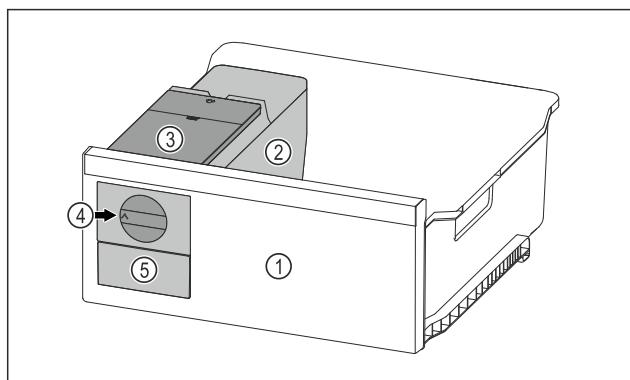

Fig. 127 Simbolična slika
- Vrtljivi gumb Fig. 127 (4) obrnite do konca v smeri urinih kazalcev.
- Kocke ledu iz posode za ledene kocke padajo v predal za ledene kocke Fig. 127 (5).